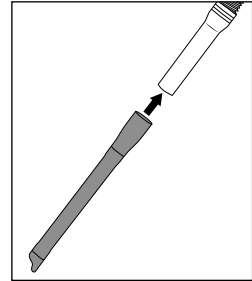

Fig. 11
- ◆ Insérez le suceur étroit 22 sur le flexible d'aspiration 23, pour par ex. aspirer des angles ou des jointures (voir fig. 11).